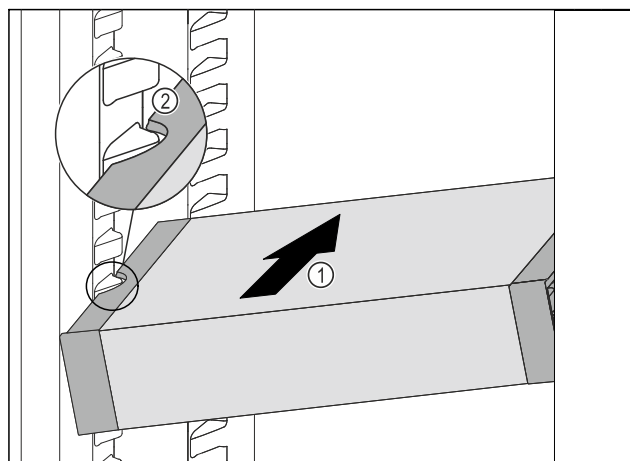

Fig. 100
- Inserire VarioSafe ad angolo nel vano frigorifero Fig. 100 (1), fino a quando le cavità laterali Fig. 100 (2) di VarioSafe non si trovano al livello della nervatura del contenitore nel vano frigorifero.